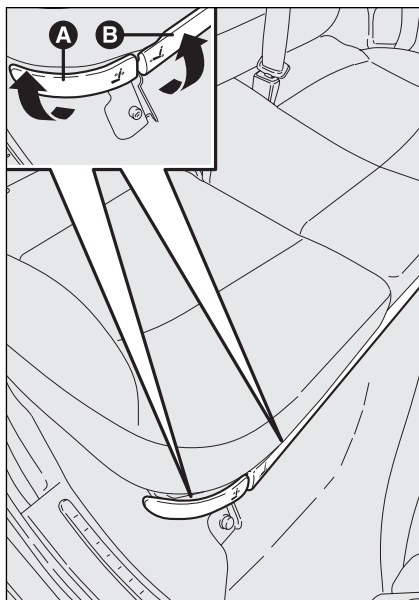

fig. 98
- ☐ interviniendo en la palanca **B**-fig. 98 regule el asiento en la posición deseada (por ejemplo, completamente hacia adelante si desea ampliar el maletero al máximo);